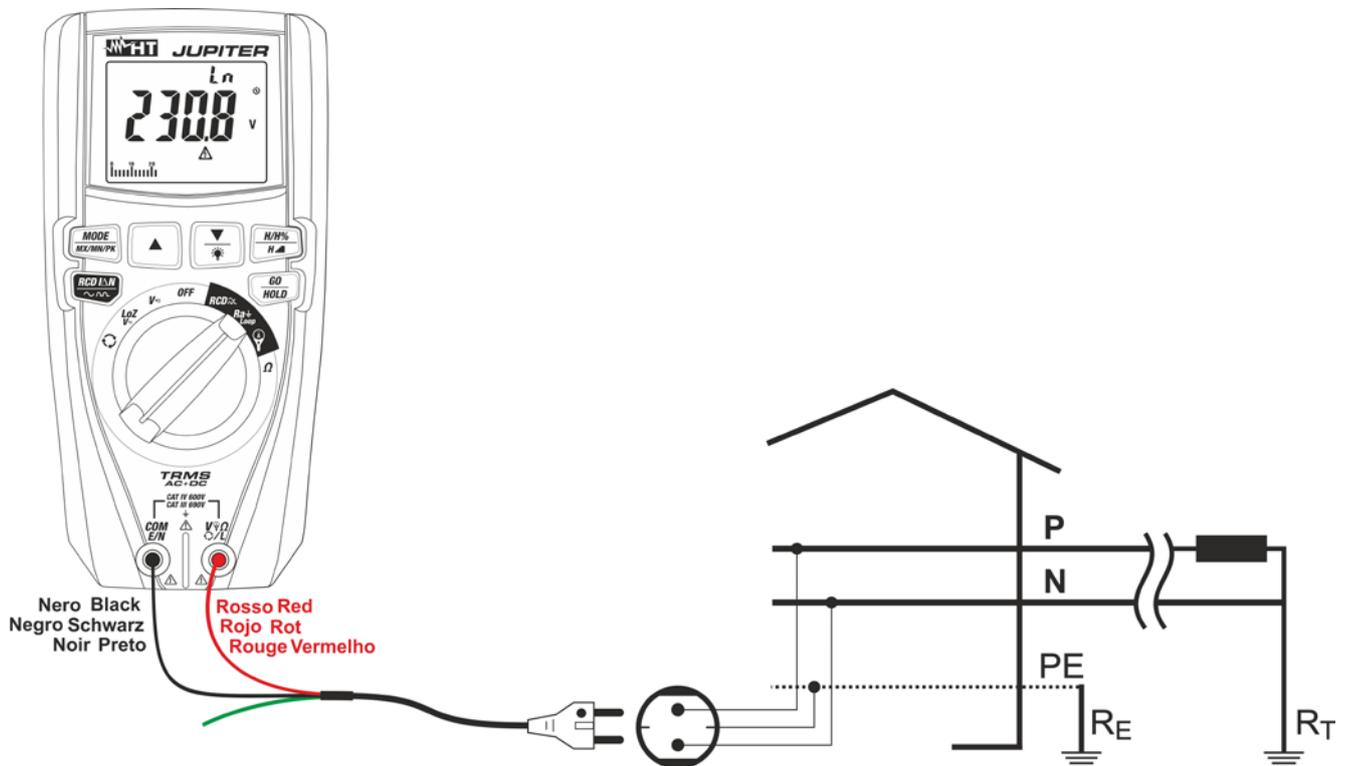

Fig. 25: Uso do instrumento para medir a impedância Loop L-N com cabo com ficha Schuko
7. **Para medição do Loop L-N** no caso de usar um cabo com ficha shuko inserir o condutor vermelho no terminal de entrada  $V_{\Omega L}$  e o condutor preto no terminal de entrada **COM/E/N** e ligar o instrumento à instalação em exame (ver Fig. 25). O valor da tensão Fase-Neutro é apresentado no display.